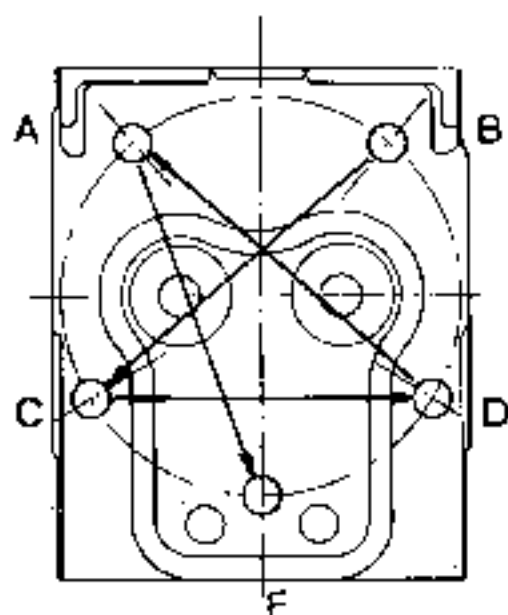

Fig. 9 - Schema per il serraggio dei dadi delle teste
- Stringere i dadi della testa progressivamente seguendo la successione riportata in fig. 9, fino ad arrivare ad una coppia di serraggio di: